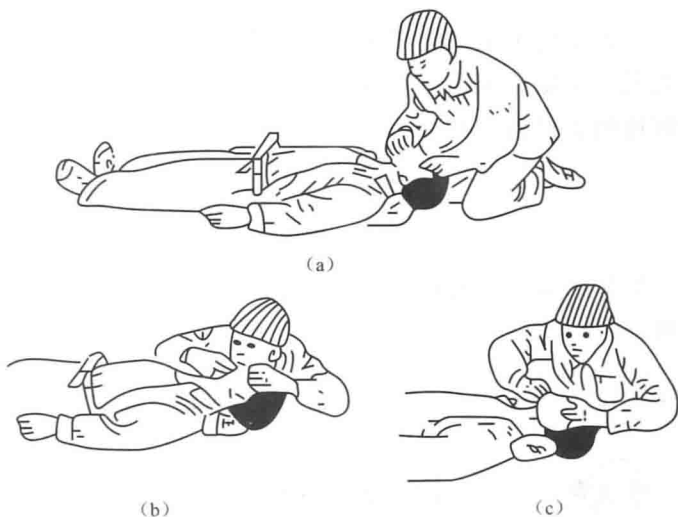

图0-2 人工呼吸法
(1) 施救者跪趴在患者头部一侧，用按在前额一手的拇指与食指捏住伤员鼻子（以防漏气），另一手扳住下巴使伤员的口张开。
(2) 深吸一口气，用自己的嘴唇包住伤员张开的嘴吹气（约60ml）先吹两口，观察胸廓是否隆起。如果未见明显胸廓隆起，应重新开放气道后再做人工呼吸。
(3) 每次吹气持续1~1.5s，一次吹气完毕立即与伤员脱离并松开鼻子，使鼻孔通气（约2s），并观察伤员胸部向下恢复时，有气流从口腔排出，如此反复进行每分钟约12次，如图0-2所示。